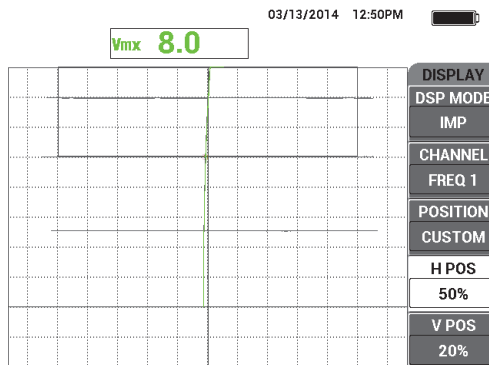

Abbildung 5-89 Vertikale Signaldeflektion zur Einschätzung unbekannter Dicken
11. Halten Sie die Direktzugriffstaste REF SAVE () gedrückt und drücken Sie dann die Direktzugriffstaste ERASE () , um die Signale zu löschen (siehe Abbildung 5-89 auf Seite 205).